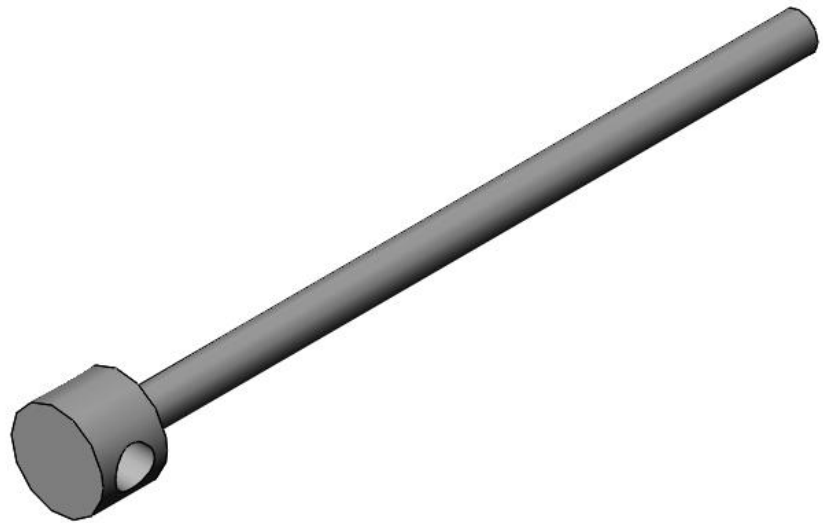

Ilustración 126
Paso 1: se extruye la siguiente figura (ver ilustración 126)